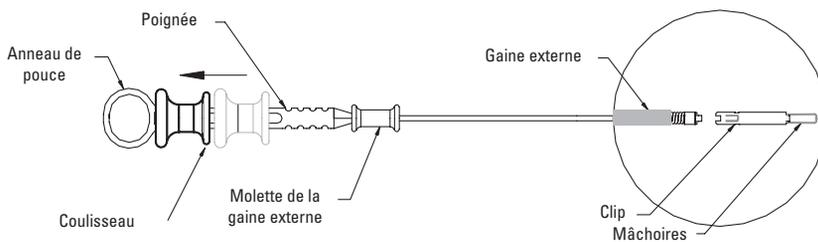

Figure 5 : Clip Resolution déployé de manière permanente
5. Pour déployer le clip Resolution de manière permanente, poursuivre le déplacement du coulisseau en direction proximale, au-delà du point de résistance tactile ; à ce point, un premier déclic peut être ressenti ou entendu. Continuer le déplacement du coulisseau en direction proximale, jusqu'à ce qu'une seconde résistance tactile soit ressentie et/ou qu'un déclic soit ressenti ou entendu. Continuer le déplacement du coulisseau en direction proximale, jusqu'à ce qu'il atteigne l'anneau à pouce, comme illustré dans la figure 5.